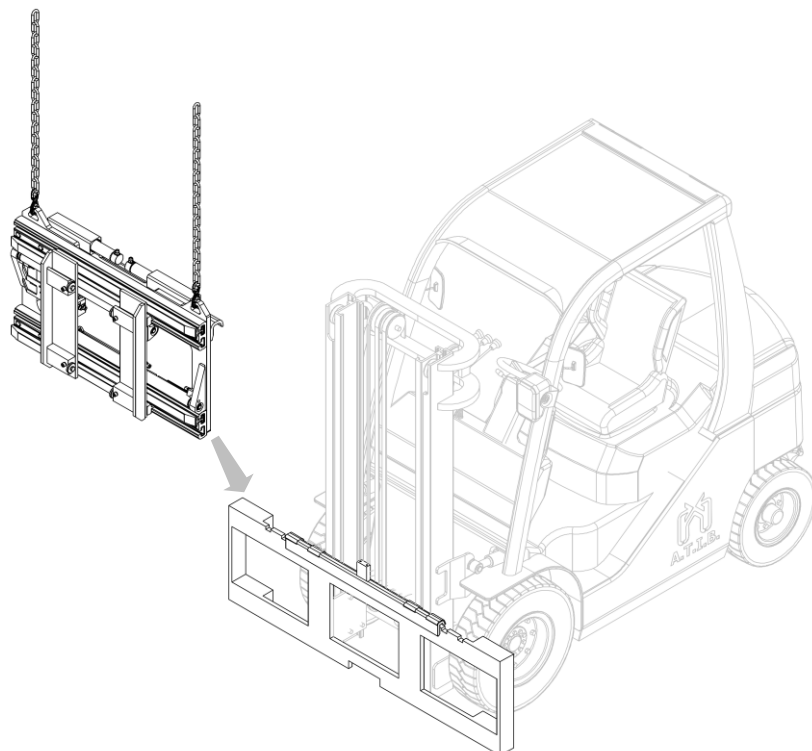

Figure 7
7. Accrocher l'équipement au point de préhension supérieur et, à l'aide d'un pont roulant ou d'un palan d'une portée suffisante, le placer sur la plaque porte-fourche, en prenant soin de le positionner correctement (voir *Figure 7*).